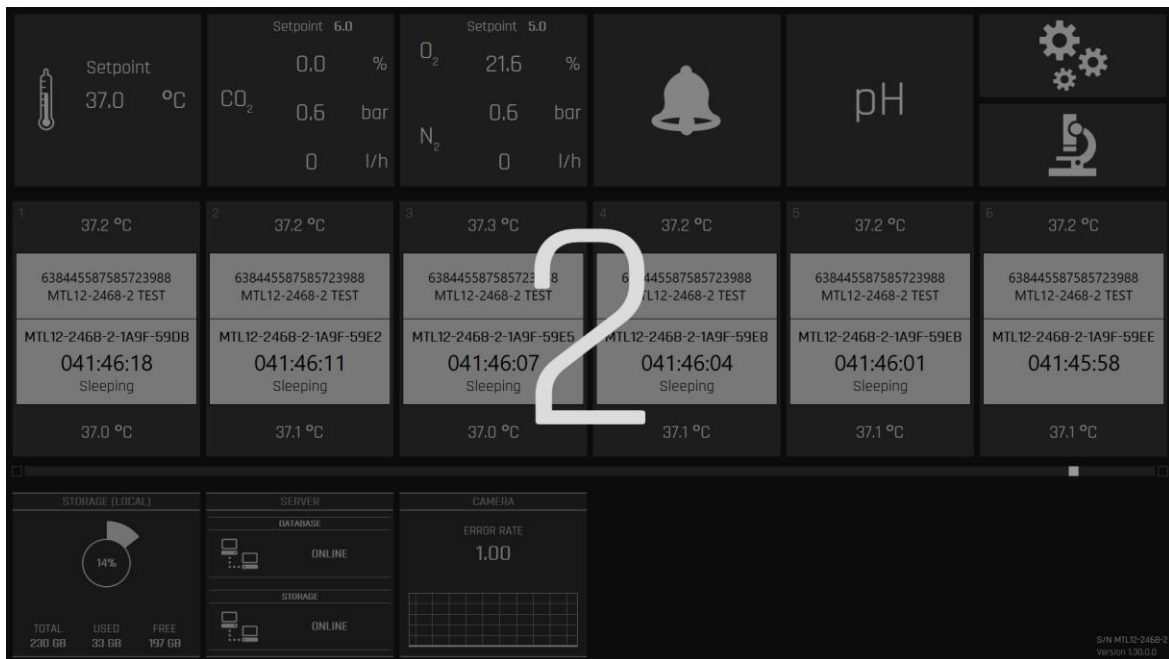

Abbildung 20.5 Anzeige des Leitungswechsels auf dem Hauptbildschirm des MIRI® TL12 Mehrraum-IVF-Inkubators
2. Wenn die Linie 2 ausgewählt ist, leuchtet das entsprechende grüne Licht auf. Außerdem wird der Linienwechsel auf dem Hauptbildschirm durch ein Overlay mit der Anzeige „2“ angezeigt (siehe Abbildung 20.5)